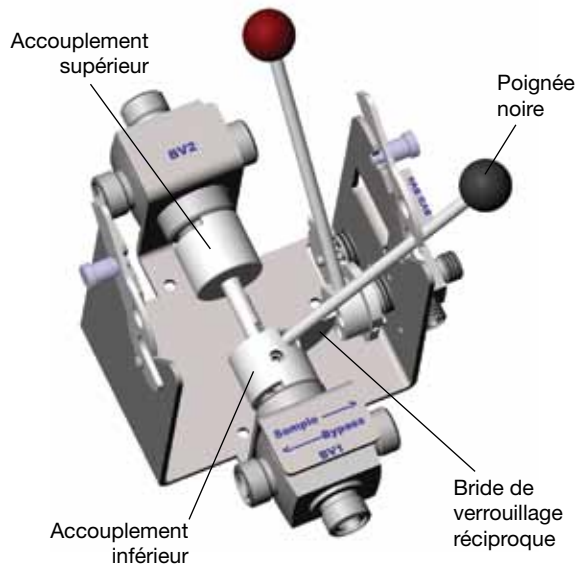

Fig. 2
2. Configurations 3 et 4 : retirez la bride de verrouillage réciproque. Fig. 2.
3. Retirez la tige de la poignée noire en la faisant tourner dans le sens inverse aiguilles d'une montre. Fig. 2.
4. Desserrez les deux vis de blocage sur l'accouplement supérieur. Fig. 2.
5. Desserrez la vis de blocage sur l'accouplement inférieur. Fig. 2.